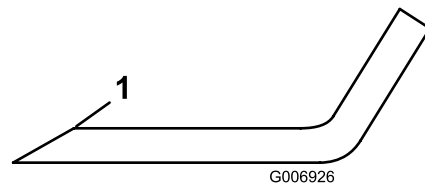

Figura 70
3. Controllate i taglienti di tutte le lame, e affilateli se fossero ottusi o scheggiati. Affilate soltanto la parte superiore del tagliente e mantenete l'angolo di taglio originale per garantire l'affilatezza (Figura 70). La lama rimane bilanciata soltanto se viene rimossa una quantità uguale di metallo da entrambi i taglienti.